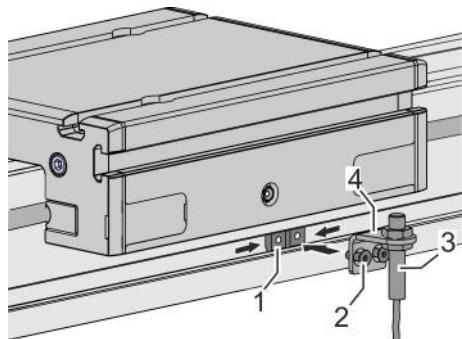

Fig. 36: Montar un interruptor fin de carrera
1. ➔ Inserte y posicione las chavetas (Fig. 36/1) en la ranura del perfil guía.
2. ➔ Coloque el interruptor fin de carrera (Fig. 36/3) con un soporte de montaje (Fig. 36/4) a la altura de las chavetas insertadas.
3. ➔ Apriete dos tornillos (Fig. 36/2):